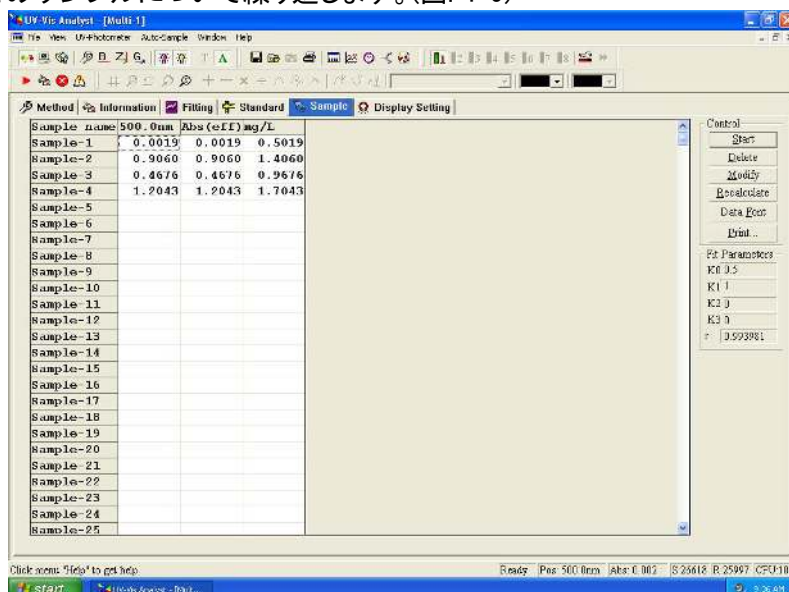

図. 4-9
- 7 上記の4-5を全てのサンプルについて繰り返します。(図. 4-9)